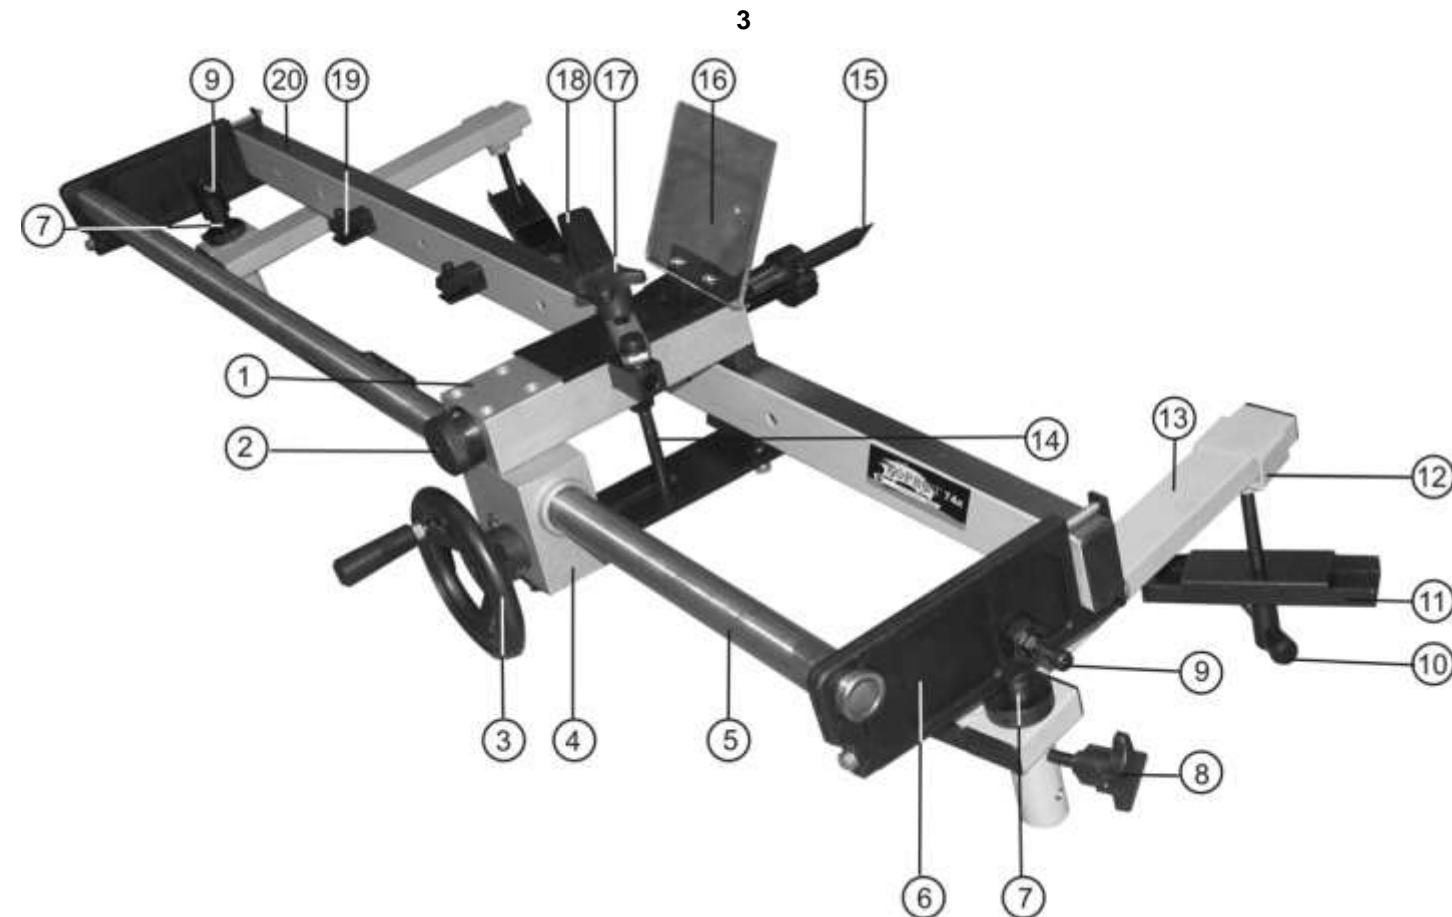

Рис.2
5.1. Элементы приспособления показаны на Рис.2.
6. СБОРКА (Рис.2)
- 6.1.7. Установите защитный экран (16) с помощью двух винтов с пружинными шайбами на картеку (1) приспособления.
7. РЕГУЛИРОВКА (Рис.2)